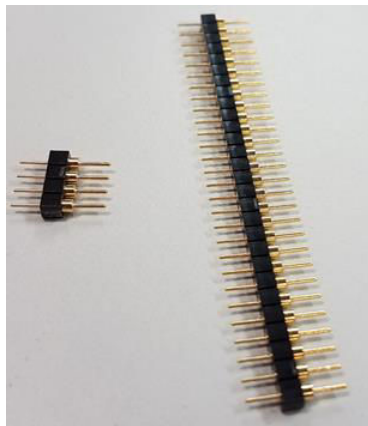

图 2-4. 端接排针 (TS-132-G-AA) 已剪成 4 针位长度
- 对于 DPW、DCN、DDF 和 DSG 封装，端接排针需要剪成 4 针位长度，如图 2-4 中所示。